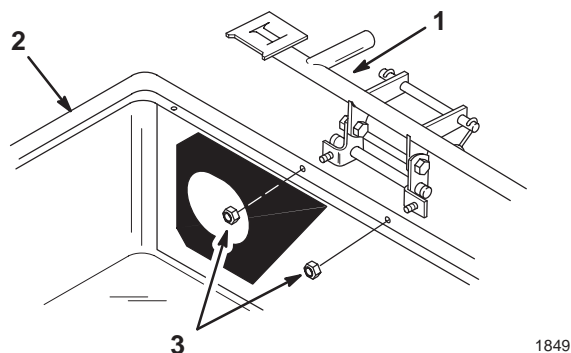

Figure 5
1. Fixez l'ensemble bâti au couvercle du collecteur d'herbe à l'aide de 2 contre-écrous (1/4 pouce) (Fig. 5).